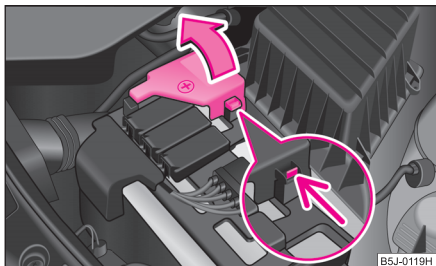

Abb. 171 Batterie:
- Klappen Sie die Pluspol-Abdeckung (+) auf ⇒ Abb. 171.